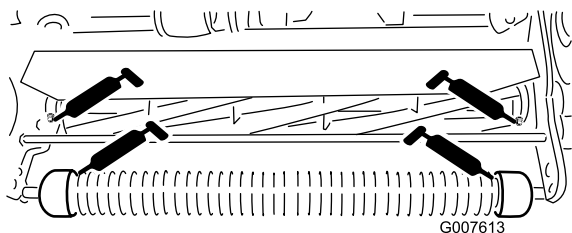

Рисунок 22
- Две на переднем валике (Рисунок 22)
- Две на подшипниках барабана (Рисунок 22)